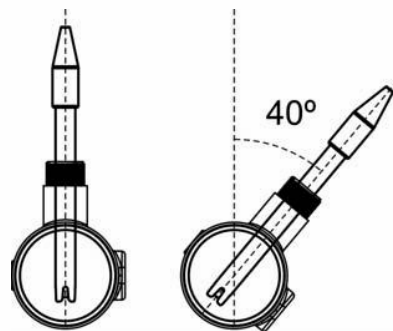

Fig. 13
4. **Installez toujours la sonde de pH réféerablement verticale ou avec une inclinaison maximale de 40°** (Fig. 13).